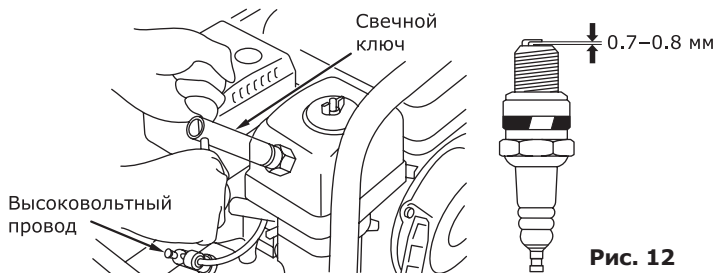

Рис. 12
- Выверните свечным шестигранным ключом (входит в комплект поставки) и осмотрите свечу (рис. 12). Юбка свечи (между керамической частью и металлической частью) должна иметь желтовато-коричневый цвет.
- Проверьте величину зазора между заземляющим и центральным электродами, используя специальный щуп. При необходимости установите зазор 0,7 — 0,8 мм (рис. 12).